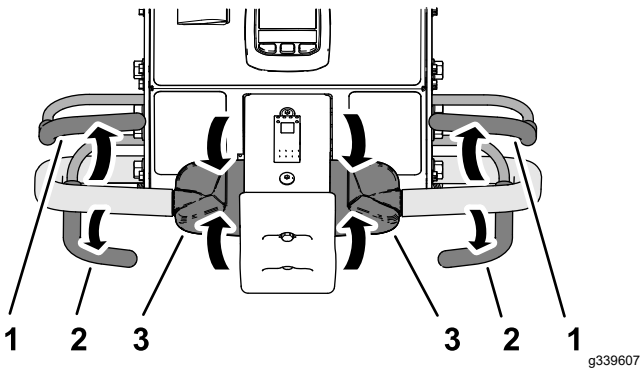

Bild 86
1. Wenn Sie während des Aerifizierens den Aerifizierbügel los (Bild 86), um den Aerifizierkopf anzuheben, siehe Anheben des Aerifizierkopfs \(Seite 50\).